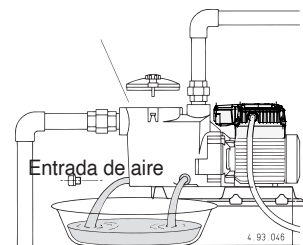

Fig. 4 Descarga
**Si la bomba permanece parada por períodos largos o si existe el peligro de heladas, se debe vaciar completamente el cuerpo de la bomba soltando los dos tapones con sus juntas tóricas reutilizables (fig. 4).**
Antes del desmontaje vaciar la bomba (ver fig. 4 y capítulo 15.). Para desmontar y montar la bomba observar la construcción en el plano de sección (capítulo 17.).